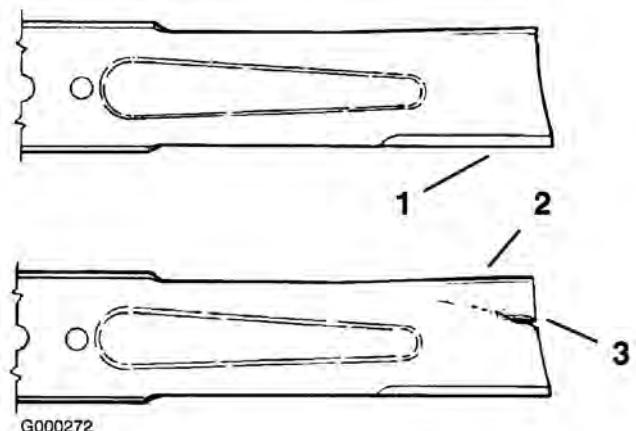

Bild 55
1. Untersuchen Sie die Schnittkanten (Bild 55). Entfernen und schärfen Sie die Messer, wenn die Schnittkanten nicht scharf sind oder Auskerbungen aufweisen. Siehe „Schärfen der Messer“.
2. Prüfen Sie die Schnittmesser, insbesondere den gebogenen Bereich (Bild 55). Wenn Sie Schäden, Verschleiß oder Rillenbildung in diesem Bereich feststellen (Bild 55), sollten Sie sofort ein neues Schnittmesser einbauen.